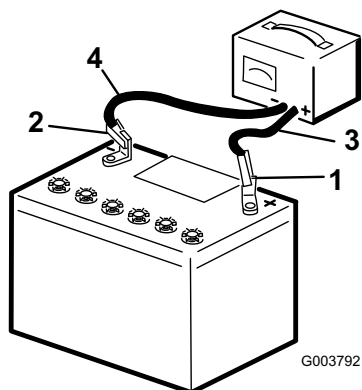

Figure 39
3. Chargez la batterie pendant 10 à 15 minutes entre 25 et 30 A, ou pendant 30 minutes entre 4 et 6 A (Figure 39). Ne chargez pas la batterie excessivement.
- Quand la batterie est chargée au maximum, débranchez le chargeur de la prise, puis débranchez les fils du chargeur des bornes de la batterie (Figure 39).